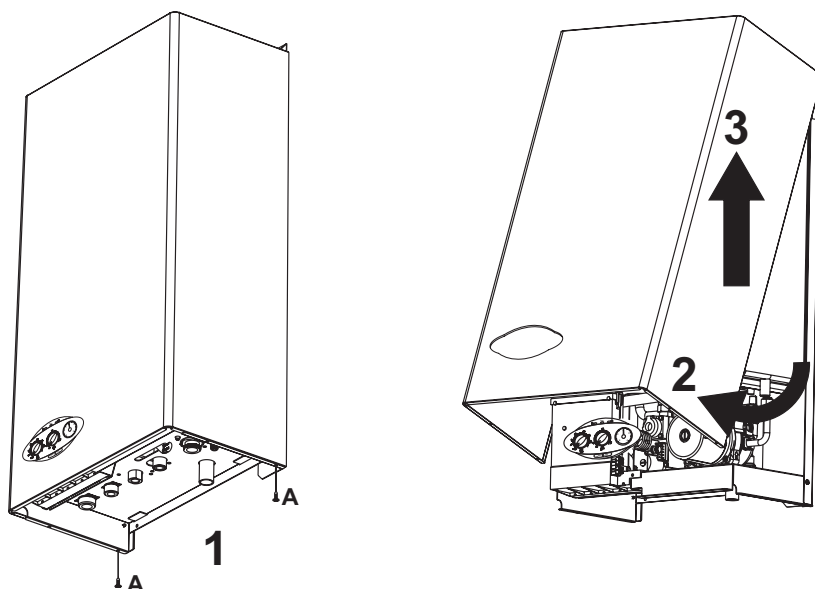

fig. 16 - Apertura de la carcasa
1. Desenroscar los tornillos A (véase fig. 16).
2. Girar la carcasa (véase fig. 16).